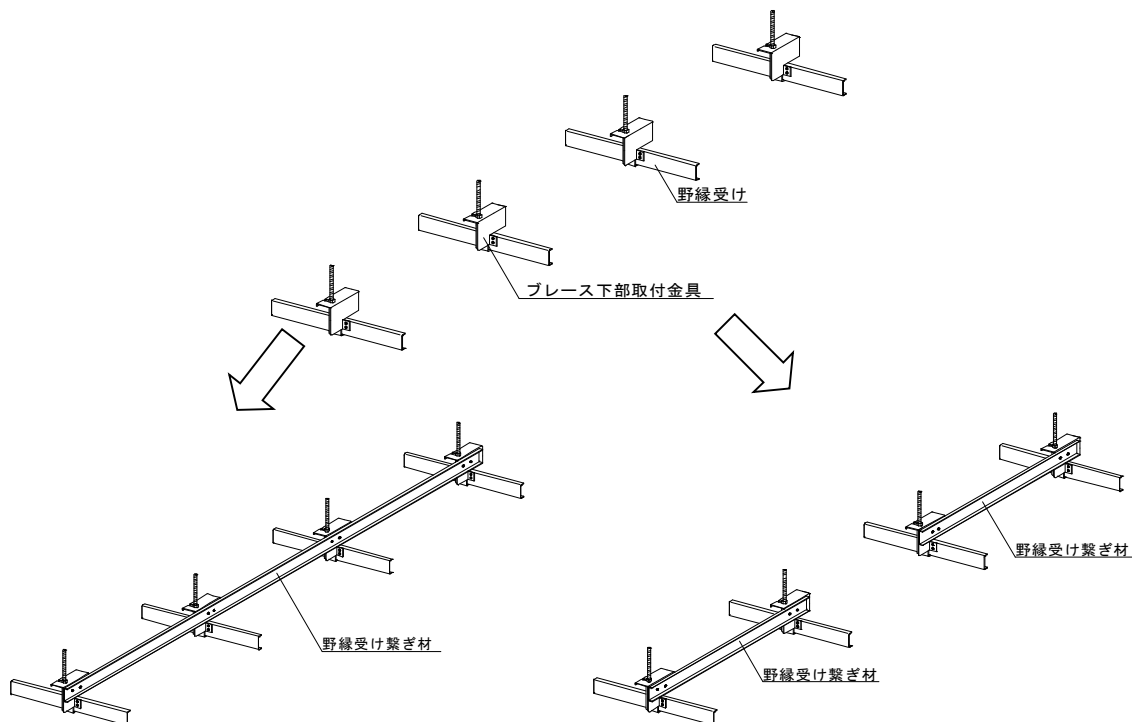

図2-5-2 ブレースがV字の場合の
- ・ブレース下部取付金具の設置箇所は、ブレース 1 対につき 4 ヶ所。(図 2-5-2、図 2-5-3 参照)
②野縁受け繋ぎ材をブレース下部取付金具にビス 2 本で固定する。(図 2-5-2、図 2-5-3 参照)